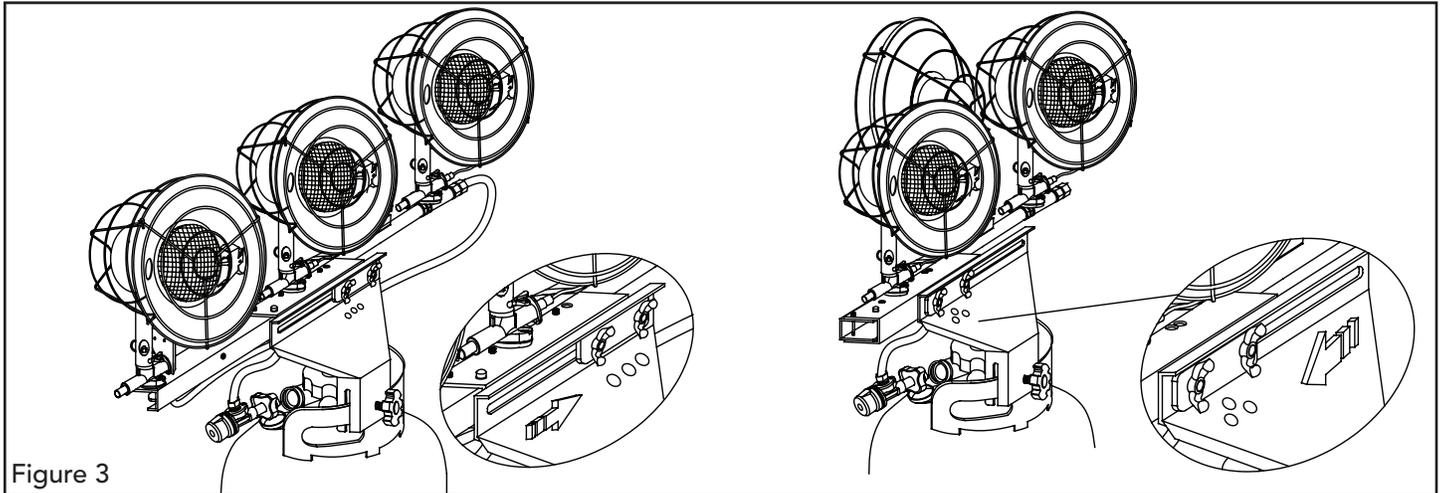

Figure 3
4. Voir la Figure 3 à la page 9 pour déterminer les options de positionnement des brûleurs.
- Pour que les trois brûleurs pointent vers l'avant, la rondelle plate doit être du côté droit du support du manchon de la bouteille (Voir la Figure 3).
- Pour que le brûleur de l'extrême gauche pointe vers l'arrière, la rondelle plate doit être du côté gauche du support du manchon de la bouteille (Voir la Figure 3).